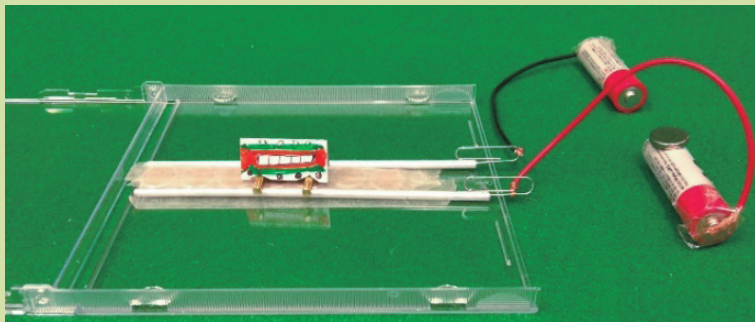

図7 実験教材としての簡単なリニアモーターカー
⑤ 【図7】に示すように、紙を利用して電車の絵などを描いて、2本のバーをまたぐように乗せ、電池を接続して走行実験を行う。リニアモーターカーを逆走させる場合は、ゼムクリップを抜いて、＋を入れ替える。